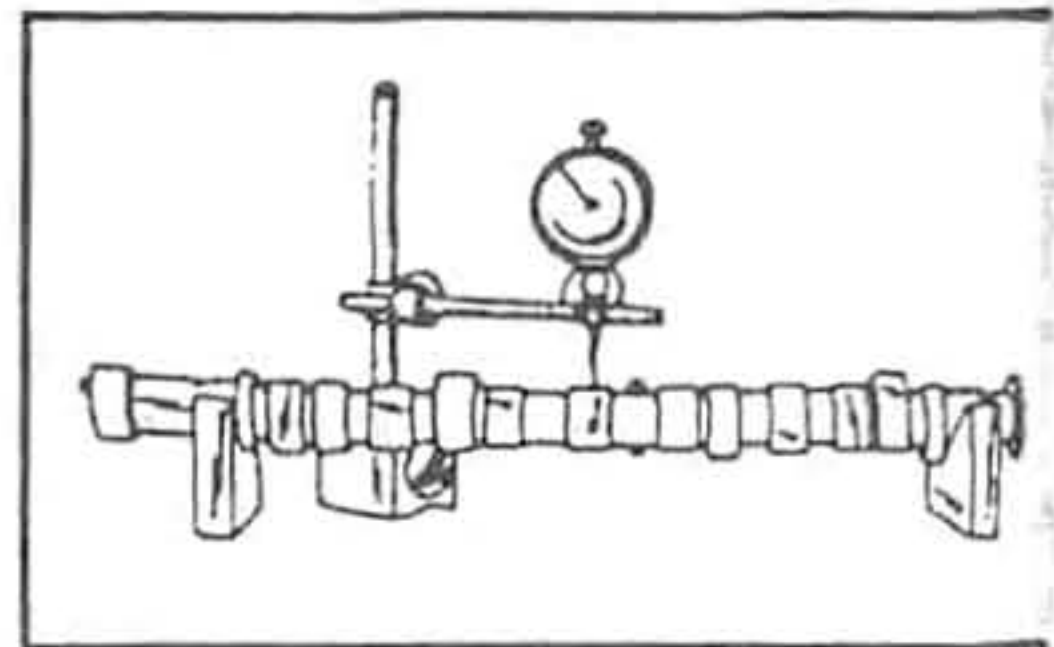

Рис. 23.
ной шейки с помощью индикатора, закрепленного на стойке. Иглу индикатора установите на поверхность средней шейки, установите показания индикатора на нуль и, проворачивая вал, определите величину биения центральной шейки вала (рис. 23).
Снятие клапанов производите с помощью специального съемника (рис. 23). Струбцину съемника (1) установите таким образом, чтобы ее нижний край упирался в тарелку клапана, а конец стержня клапана входил в отверстие пуансона (2). Вворачиванием винта струбцины сожмите пружину клапана до освобождения сухариков.